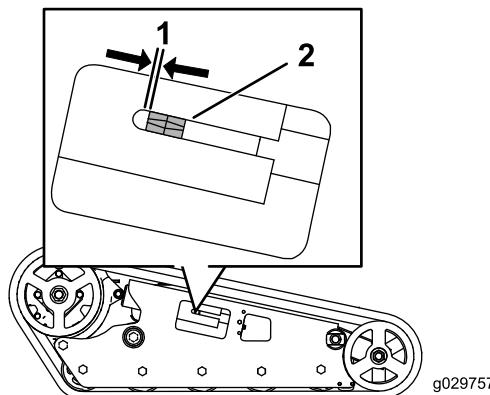

Рисунок 54
Между натяжной гайкой и прямой стороной паза натяжной трубы должен быть зазор 0,64 см (**Рисунок 54**). Если это не так, отрегулируйте натяжение гусеницы, используя следующую методику:
4. Используя сменную головку размером 1/2 дюйма, поворачивайте натяжной винт против часовой стрелки до тех пор, пока расстояние между натяжной гайкой и задней стороной натяжной трубы не станет равным 0,64 см, как показано на Рисунок 54.
10. Вращайте натяжной винт против часовой стрелки до тех пор, пока расстояние между натяжной гайкой и задней стороной трубы вилки (Рисунок 54) не станет равным 0,64 см.
- Вращайте натяжной винт против часовой стрелки до тех пор, пока расстояние между натяжной гайкой и прямой стороной паза натяжной трубы (Рисунок 54) не станет равным 0,65 см.